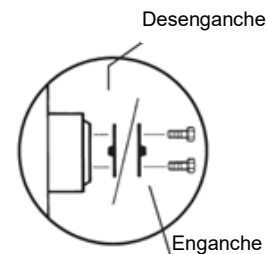

Fig10-1 Liberación del freno
- 2) Dé la vuelta a las cuatro cubiertas de separación de los bujes de las ruedas motrices para liberar los frenos de las ruedas, como se muestra en la Fig10-1.